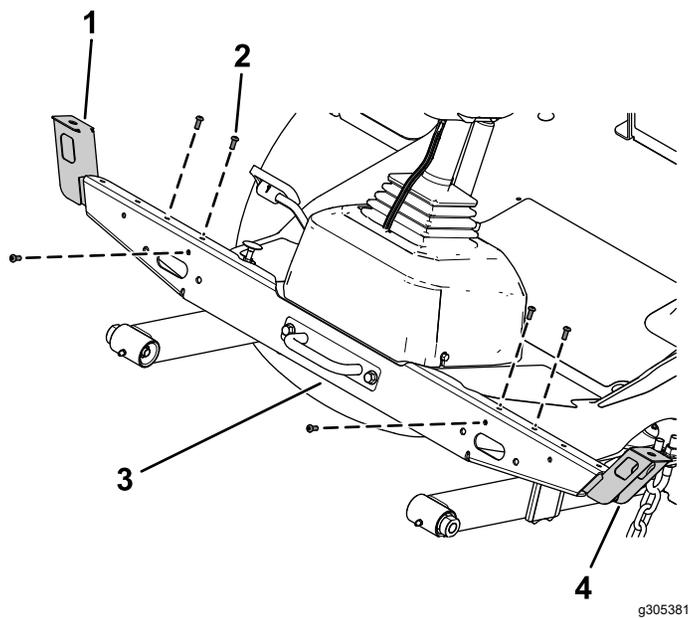

Figura 13
- 3. Prenda a montagem da luz esquerda e montagem da luz direita à montagem cruzada das luzes utilizando três parafusos de cabeça de tremço ($\frac{1}{4} \times \frac{5}{8}$ pol.) através das porcas de velocidade em cada lado (Figura 13).